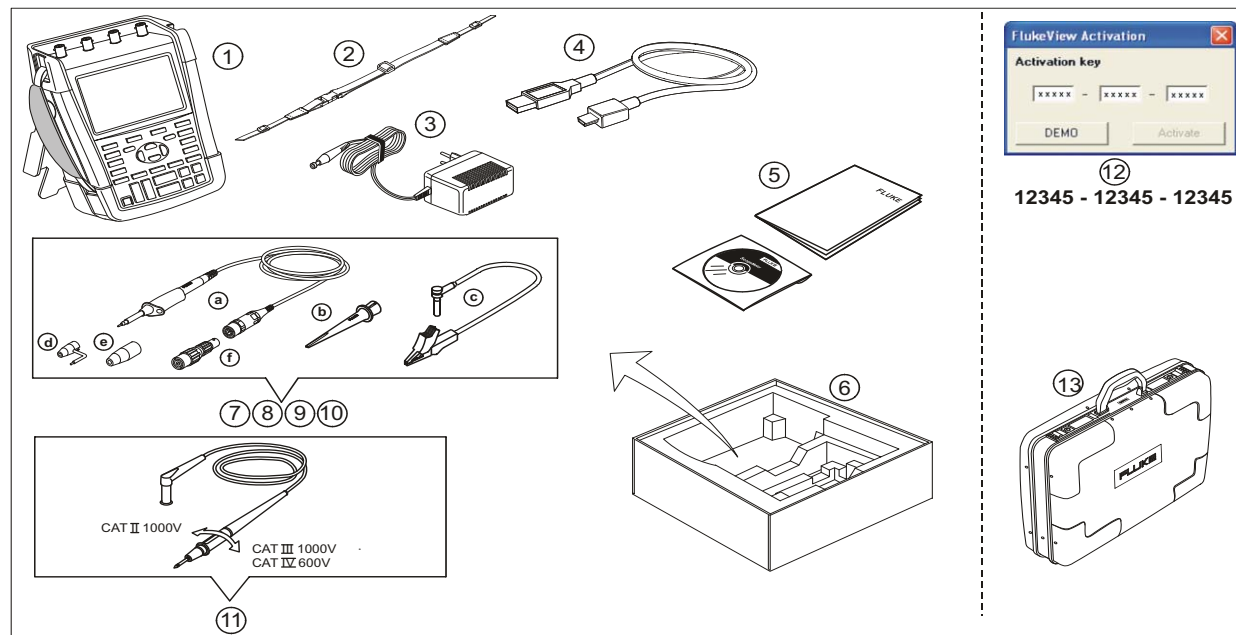

Figura 1. Kit dello strumento di misura ScopeMeter
- Non collegare la molla di massa (figura 1, riferimento d) a tensioni superiori ad un picco di 42 V (30 Vrms) rispetto alla massa.
- Quando si usa il cavo di riferimento massa con una delle sonde, accertarsi che la guaina di isolamento nera (figura 1, articolo 10e) sia sul puntale.